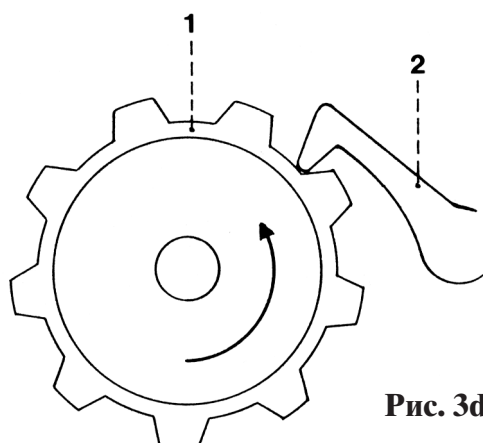

Рис. 3d
- Червяк 9, который должен всегда примыкать слева к установочному колесу, повернуть вперед, пока палец манипулятора 2 не установится точно в верхнее исходное положение кулачка 1 (рис. 3d).